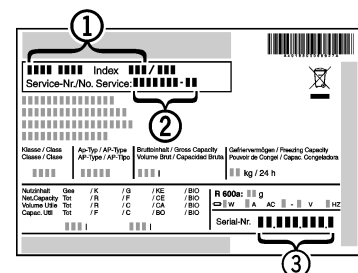

Fig. 6
- Gerätebezeichnung Fig. 6 (1), Service-Nr. Fig. 6 (2) und FN-Nr. Fig. 6 (3) vom Typenschild ablesen. Das Typenschild befindet sich an der linken Geräteinnenseite.
- Den Kundendienst benachrichtigen und den Fehler, Gerätebezeichnung Fig. 6 (1), Service-Nr. Fig. 6 (2) und FN-Nr. Fig. 6 (3) mitteilen.